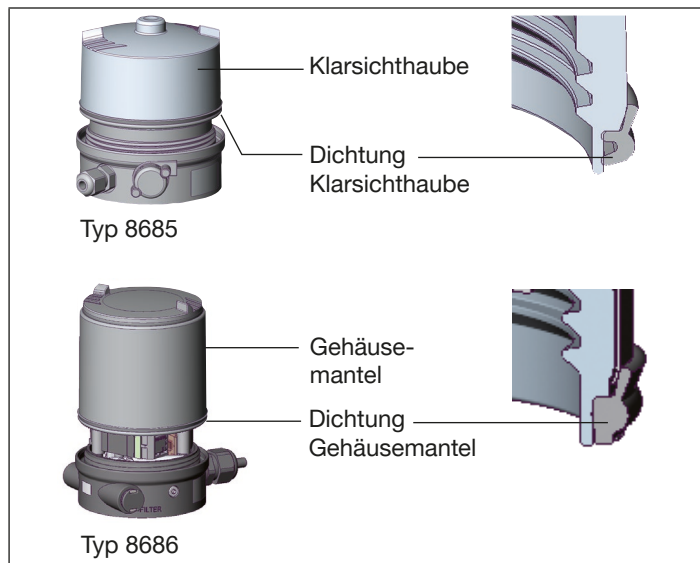

Fig. 32: Position Dichtung Klarsichthaube / Gehäusemantel
- Korrekte Position der Dichtung in Klarsichthaube / im Gehäusemantel prüfen (siehe „Fig. 32“).